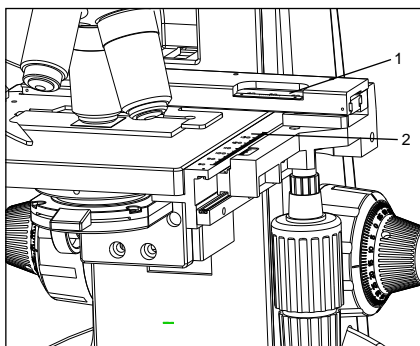

Fig. 9
1. Die horizontale Koordinate kann in Position (1) auf dem Exemplarhalter gelesen werden (fig.9).
2. Die vertikale Koordinate kann an der Index-Linie (2) gelesen werden.